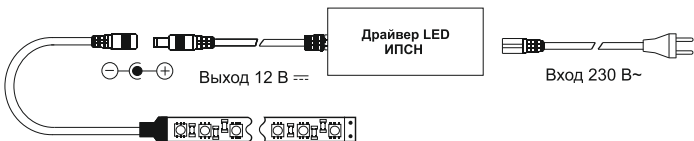

Рисунок 2 – Монтаж драйвера LSP2-036-12-20-11, LSP2-060-12-20-11 мощностью 36 Вт и 60 Вт
4.6.1 Смонтируйте сетевые провода питания и провода от нагрузки к драйверу LED согласно схеме подключения (Рисунок 2).